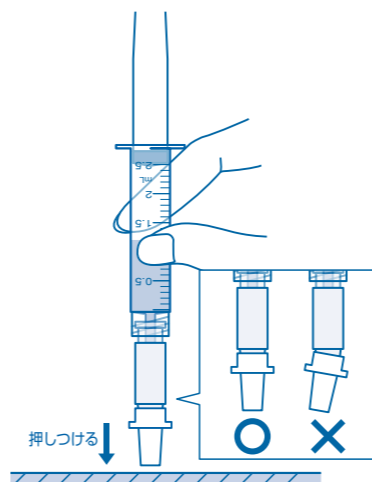

図12
⑫平らな面にチップを押しつけ、チップがまっすぐ付き、コネクタとチップの間にゆりみがないことを確認します。(図12)